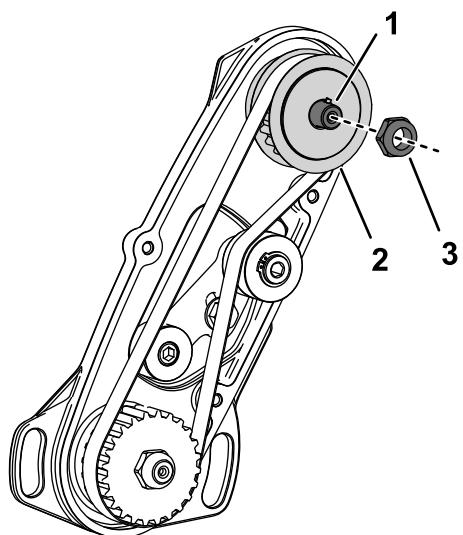

Figure 4
7. Retirez l'écrou de l'arbre d'entraînement du cylindre (Figure 4).